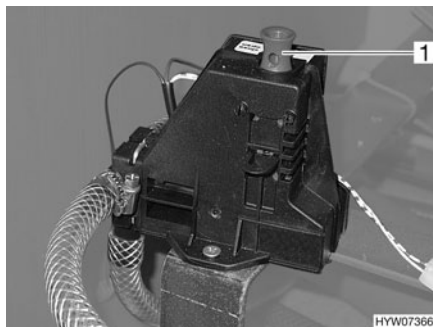

Fig. 178 Válvula de seguridad/purga de la caldera
La caldera está equipada con una válvula de seguridad/purga (Fig. 178). La válvula de seguridad/purga evita que el agua de la caldera se congele cuando no esté conectada la calefacción en caso de helada.
- Cerrar la válvula de seguridad/purga. Para ello, tirar hacia arriba del interruptor de asidero (Fig. 178,1).
- Abrir la válvula de seguridad/purga. Para ello, presionar hacia abajo el interruptor de tirador (Fig. 178,1). La caldera se vacía hacia fuera a través de la válvula de seguridad/purga.